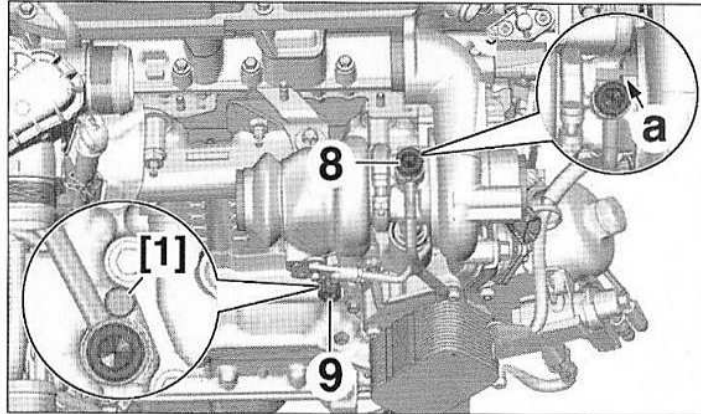

FIG.61
- des écrous (11) et (12) neufs, sans les serrer.
- Placer la canalisation de lubrification de turbocompresseur (10) (Fig.61) :
- Serrer des vis (8) et (9) neuves.
- Serrer les écrous (11) et (12).
- Accoupler la canalisation de retour d'huile de turbocompresseur (7) en ayant au préalable lubrifier son extrémité avec de l'huile moteur.